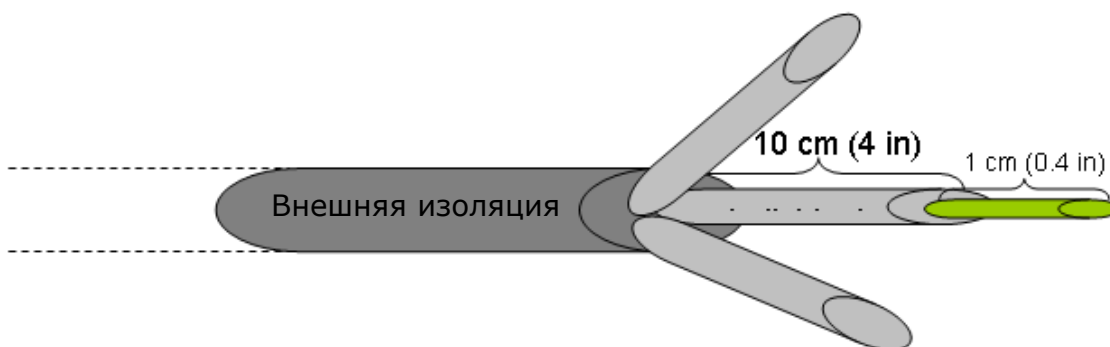

Рисунок 27 Подготовка кабеля
3. Удалить внешнюю изоляцию кабеля примерно на 10 см и примерно по 1 см изоляции каждой жилы (см. Рисунок 27).